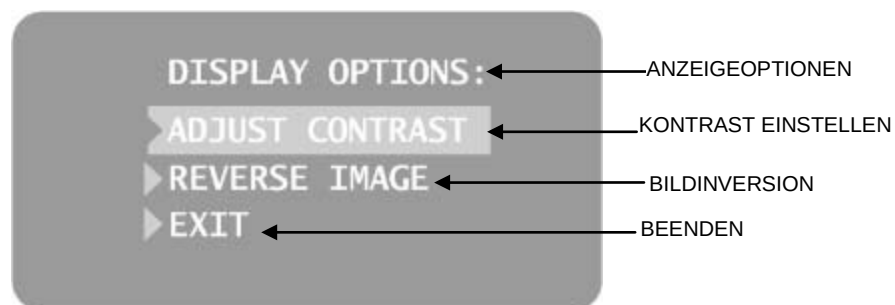

Abbildung 4
1. Im Hauptmenü „Systemkonfiguration“ Abbildung 3 die Option ANZEIGE ANPASSEN wählen. Sie sehen das Menü „Anzeigoptionen“ (siehe Abbildung 4).